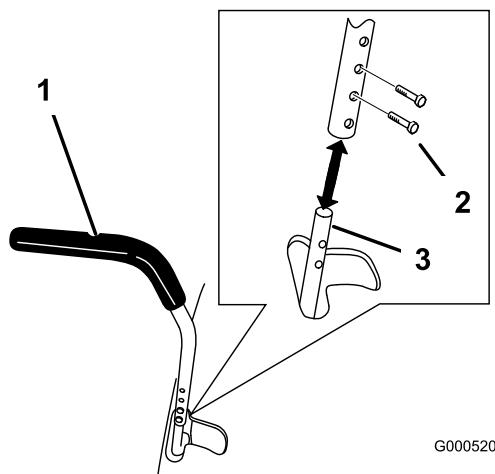

Bild 22
1. Entfernen Sie die beiden Schrauben, mit denen der Schalthebel am Schalthebelarm befestigt ist (Bild 22).
2. Setzen Sie den Schalthebel in die nächste Lochposition. Befestigen Sie den Hebel mit den zwei Schrauben (Bild 22).